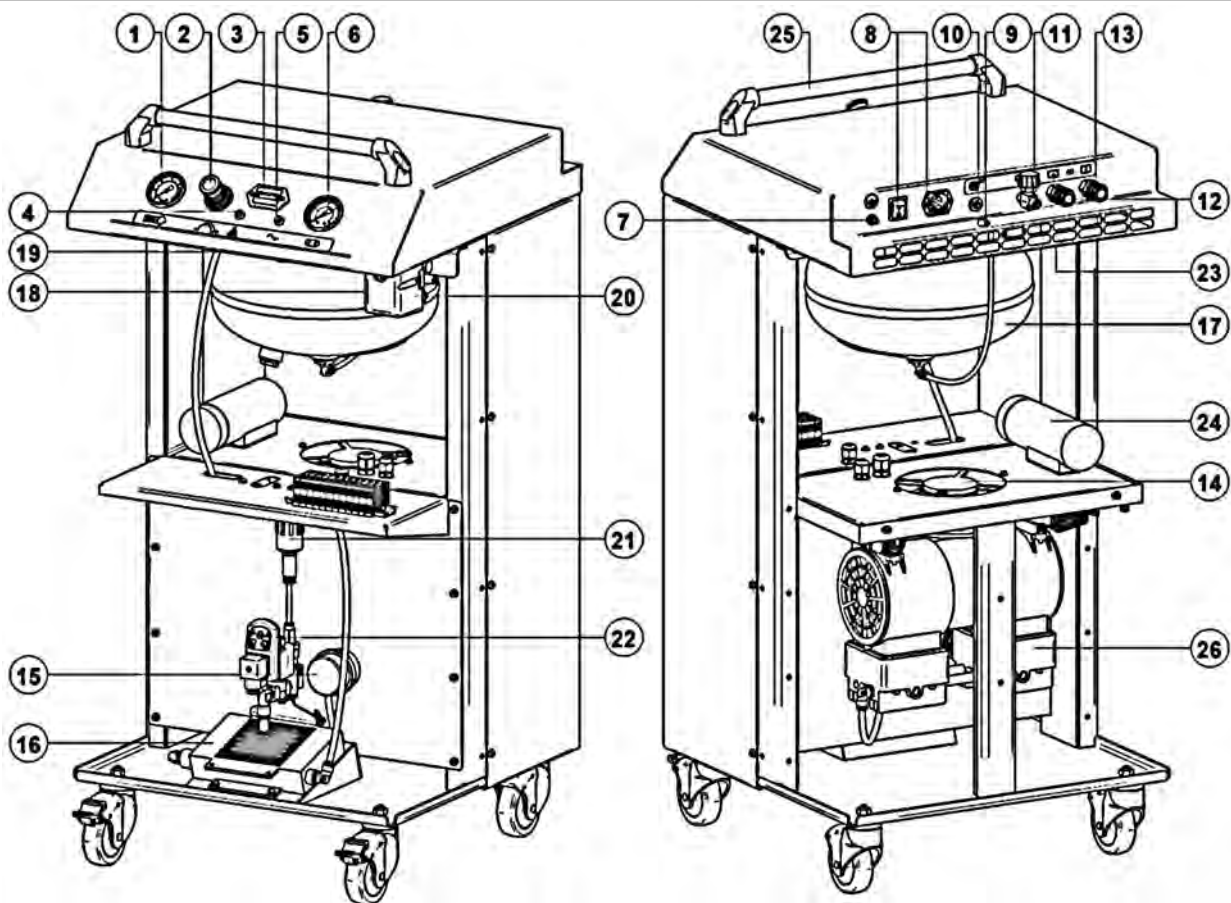
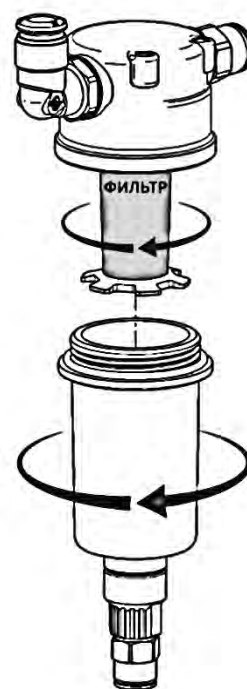

Рисунок 6 - Общий вид компрессора
Рисунок 9
В зависимости от условий эксплуатации, но не реже чем через 100 ч работы или раз в месяц проверяйте всасывающий воздушный фильтр **15** (рисунок 6), при необходимости очистите фильтрующий элемент:
- Выверните фильтр **15** (рисунок 6);
- Выверните колбу фильтра-влагоотделителя **21** (рисунок 6) против часовой стрелки (рисунок 9);